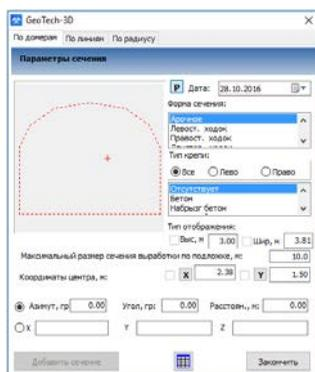

Рис. 1.1. Параметры сечения выработки
Инструмент построения подземной горной выработки позволяет создать ее векторную модель, поместив последнюю в выбранную пользователем группу или подгруппу. Для задания параметров модели выработки используется **Инспектор объектов**, который активизируется при нажатии кнопки . После внесения изменений в редактируемые поля **Инспектор объектов** и нажатия кнопки **Создать** модель с введенным названием помещается в дерево объектов проекта, а в рабочей области появляется окно с параметрами сечения выработки (рис.1.1).
5. Сечения выработки формируются на основании точек контура, моделирующих ее ось. Для реализации этого режима необходимо предварительно выбрать контур, моделирующий ось создаваемой выработки. Контур выбирается инструментами выбора контура  или его точек . После нажатия кнопки  появляется диалоговое окно с параметрами сечения выработки (рис. 1.1). После задания параметров сечения и нажатие кнопки **Закончить** происходит замена выбранного контура на модель выработки, точки привязки сечений которой располагаются в точках контура. После построения модели выработки исходный контур будет удален.